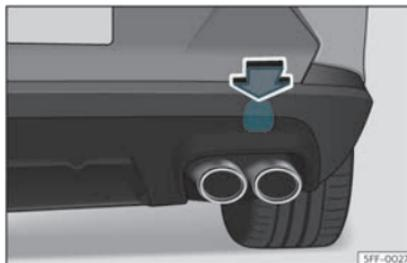

Fig. 45 Du côté droit du pare-chocs arrière : retirer le cache.
Le logement de l'œillet de remorquage à visser se trouve sur la partie droite du pare-chocs arrière, derrière un cache»» fig. 45 .
- Appuyez sur la partie supérieure du cache >>> **fig. 45** afin de le dégager.